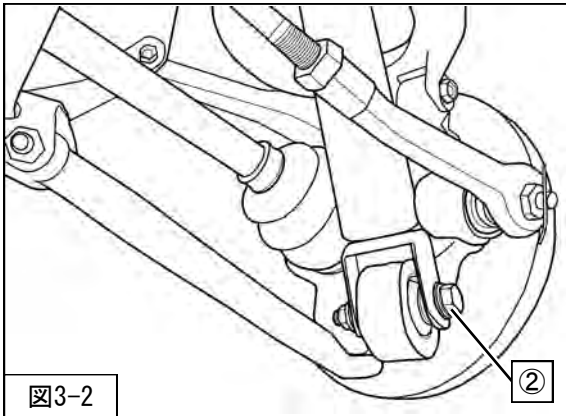

図3-2
4. ②リアサスペンションASSYロア取付ボルト・ナットを取外してください。（図3-2）